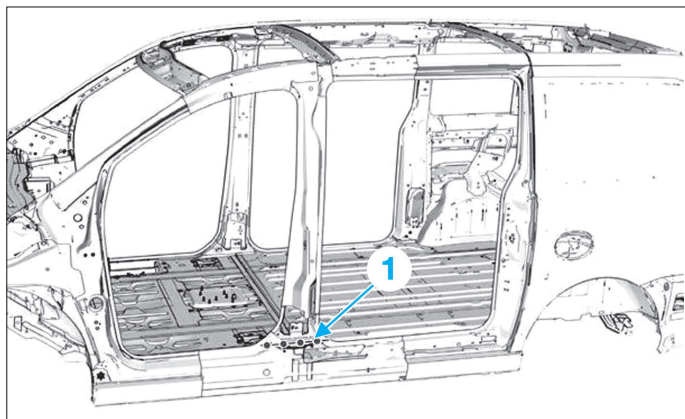

FIG. 58
- Préparer les bords d'accostage et les protéger par un apprêt soudable (Fig.58).
- Poser l'insert gonflant de pied central (1).